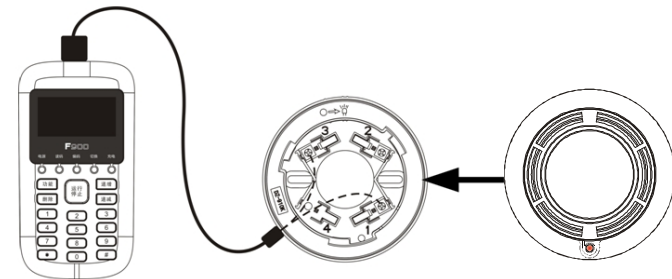

图 4
3. 地址编码：如图 4 所示，将探测器通过编码器上探测器底座接入，L1、L2 采用无极性连接，把编码器设定为编码功能，编制正确的地址码，按下“运行”键，完成地址编码设置。（注：详细操作请参阅编码器说明书）